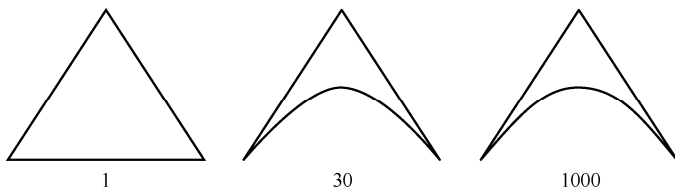

图 3-62 三角形网格的雅克比比率
- ◇ 三角形单元的雅克比比率：如果三角形的每个中间点都在三角形边的中点上，那么这个三角形的雅克比比率为 1，如图 3-62 所示。